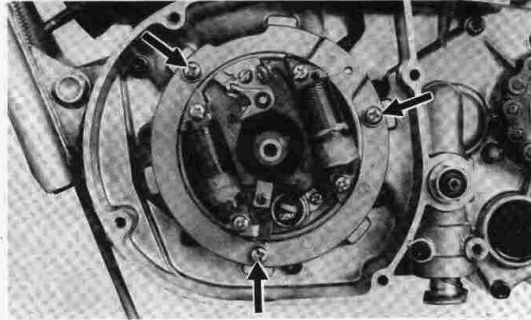

Fig. 3-2-17
6. Remove flywheel backing plate assembly. (Fig. 3-2-17)
6. Retirez la platine du volant magnétique. (Fig. 3-2-17)